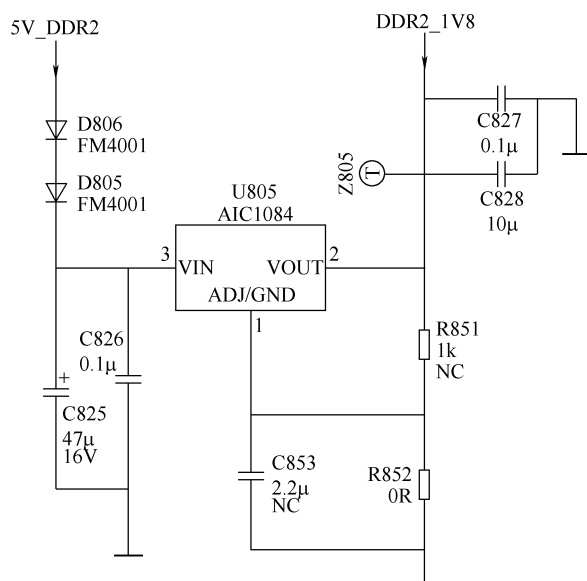

图 6-14 D805 相关电路
【附注】1) 该机在故障出现时主要检测待机供电电压 (正常为 5V 和 3.3V), 待机控制电压 (正常为 3.3V), U805 电压 (正常为 1.8V) 及③脚电压 (正常为 3.8V)。2) 5V 是经 D805 和 D806 降压后输出 3.8V。3) D805 相关电路如图 6-14 所示。